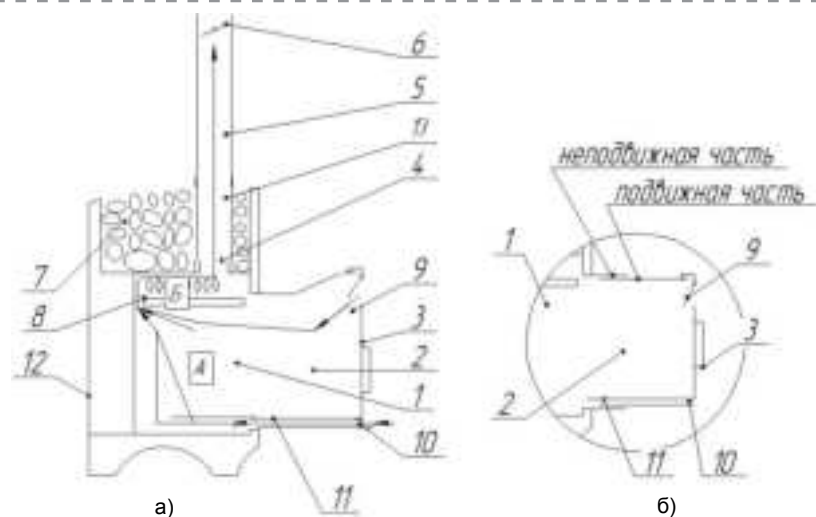

Рисунок 4.1.1. Принципиальные схемы. а) печь с открытой каменкой (экран), б) телескопический тоннель
**4.1.** Печи для сауны с открытой каменкой (рис. 4.1.1) включает следующие основные элементы:
**Внимание!** Позиция (20) ПиФ является опцией и в комплект печи не входит.
**4.3.** Тоннель (2) проходного сечения выполнен из жаропрочной нержавеющей стали. Предусмотрены два варианта исполнения тоннеля: цельнометаллический (рис. 4.1.1.(а) и 4.1.2.(а) и телескопический (рис. 4.1.1.(б) и 4.1.2.(б)). Телескопический тоннель облегчает монтаж печи, однако в такой тоннель можно установить светопрозрачный экран лишь небольшого размера (200x180 мм). В цельнометаллическом тоннеле увеличивают входное окно, следовательно, в него можно установить экран большего размера (340x310 мм). В тоннеле снизу смонтирован дополнительный воздухозаборник, который предназначен для более интенсивного дожигания дров в самой нижней части топки на завершающей стадии горения.